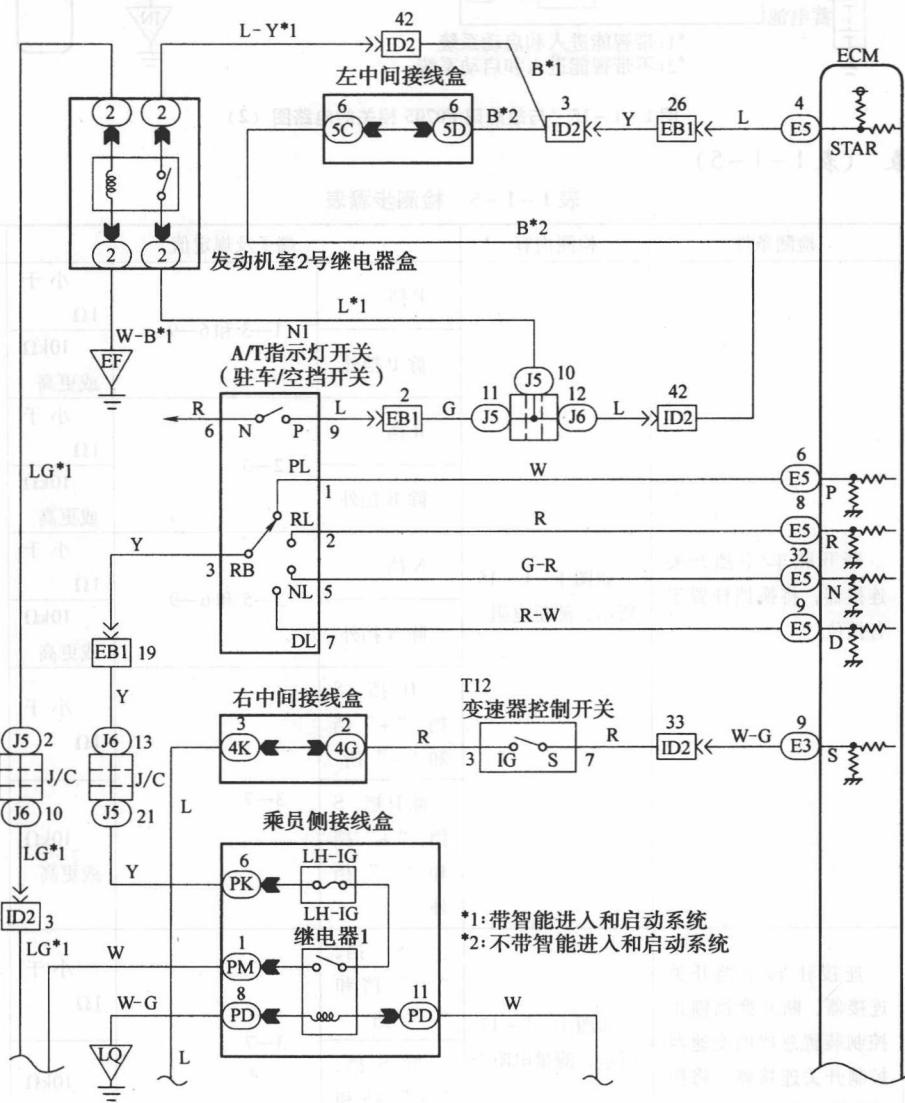

图 1-1-14 与故障码 P0705 相关的电路图 (1)
1. 与故障码 P0705 相关的电路图 (图 1-1-14 和 1-1-15)